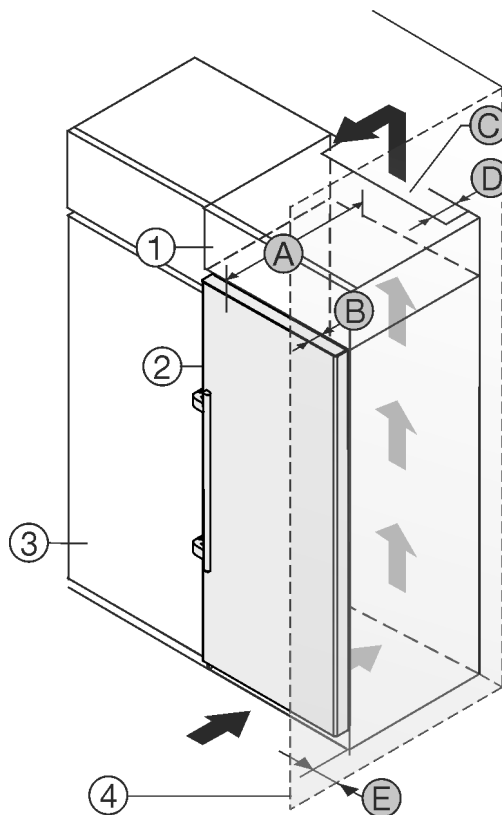

Fig. 2
- (1) Дополнительный шкафчик*
- (2) Устройство*
- (3) Кухонный шкаф*
- (4) Стена*
- (A) Глубина устройства*
- (B) Глубина двери*
- (C) Вентиляционное сечение*
- (D) Расстояние до обратной стороны устройства*
- (E) Расстояние до стороны устройства*
Вы можете установить устройство непосредственно рядом с кухонным шкафом Fig. 2 (3)*.
На задней стенке дополнительного шкафчика должен быть вентиляционный канал с глубиной Fig. 2 (D) по всей ширине этого шкафа.*
Нужно соблюдать вентиляционное отверстие Fig. 2 (C) под нижней панелью.*
Если устройство устанавливается на шарнирах у стены Fig. 2 (4), то расстояние между устройством и стеной должно быть не менее 57 мм. Это соответствует расстоянию, на которое выступает ручка при открытой дверце.*
Чтобы можно было полностью открыть дверь, устройство должно выступать на глубину двери Fig. 2 (B) относительно передней стенки кухонного шкафа. В зависимости от глубины кухонных шкафов Fig. 2 (3) и использования пристенных распорок устройство может выступать и больше.*